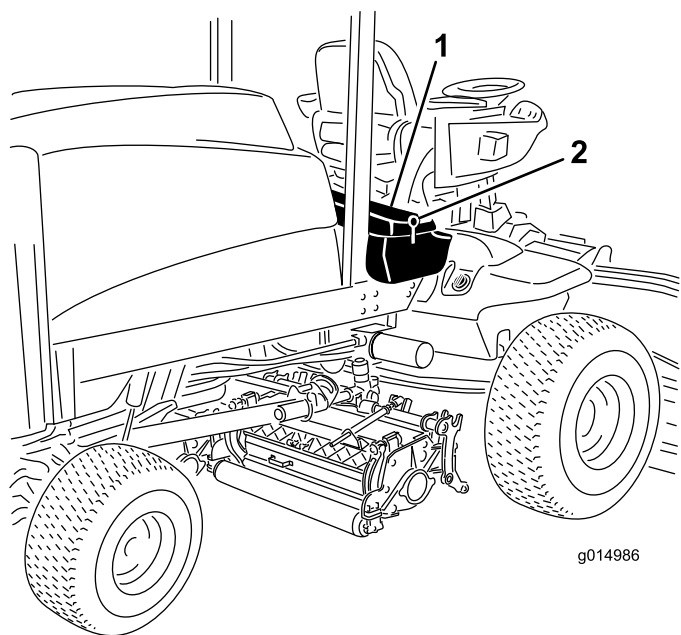

Figura 61
1. Desenganche y levante el panel de la consola del operador (Figura 61).